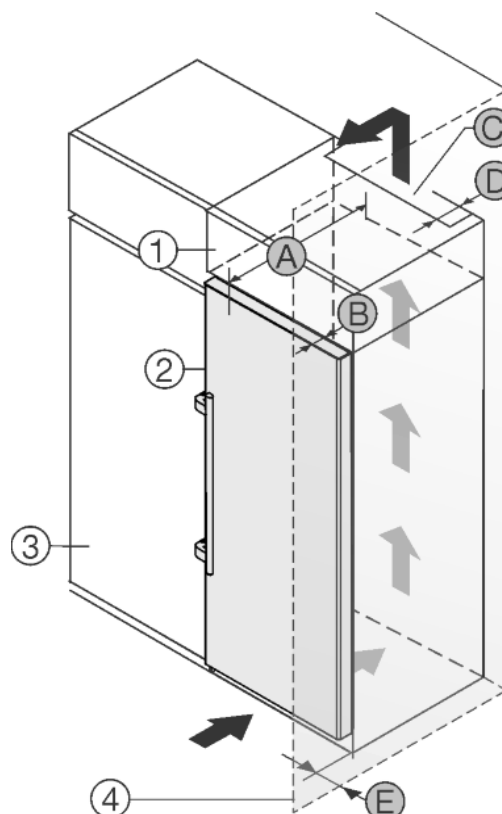

Fig. 9
Устройство может быть окружено кухонными шкафами. Чтобы уравнивать устройство Fig. 9 (2) по высоте с кухонной стенкой, можно установить над устройством дополнительный шкафчик Fig. 9 (1).
Установить устройство можно непосредственно рядом с кухонным шкафом Fig. 9 (3). Чтобы можно было полностью открыть двери, устройство должно выступать на глубину Fig. 9 (B) относительно передней стенки кухонного шкафа. В зависимости от глубины кухонных шкафов и использования пристенных распорок устройство может выступать и больше.
- На задней стенке дополнительного шкафчика должен быть вентиляционный канал с глубиной Fig. 9 (D) по всей ширине этого шкафа.
- Нужно соблюдать вентиляционное отверстие Fig. 9 (C) под нижней панелью.
Если устройство установлено на шарнирах у стены *Fig. 9 (4)*, то нужно соблюдать расстояние *Fig. 9 (E)* между устройством и стеной. Настолько выступает ручка при открытой дверце.